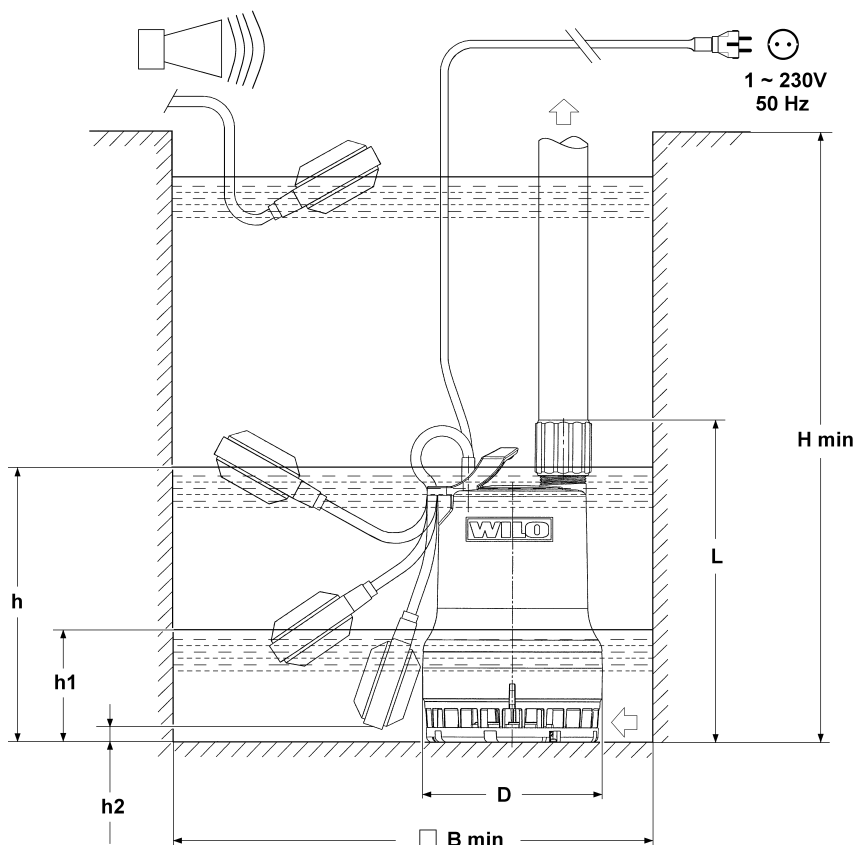

Bild 1
**WARNING !** Miniminivån (se bild 1 och tabell 1.2.2) får inte underskridas.
En fullgod funktion på nivåvippan kan endast garanteras om de data som anges i tabell 1.2.2 och bild 1 noga iakttages.